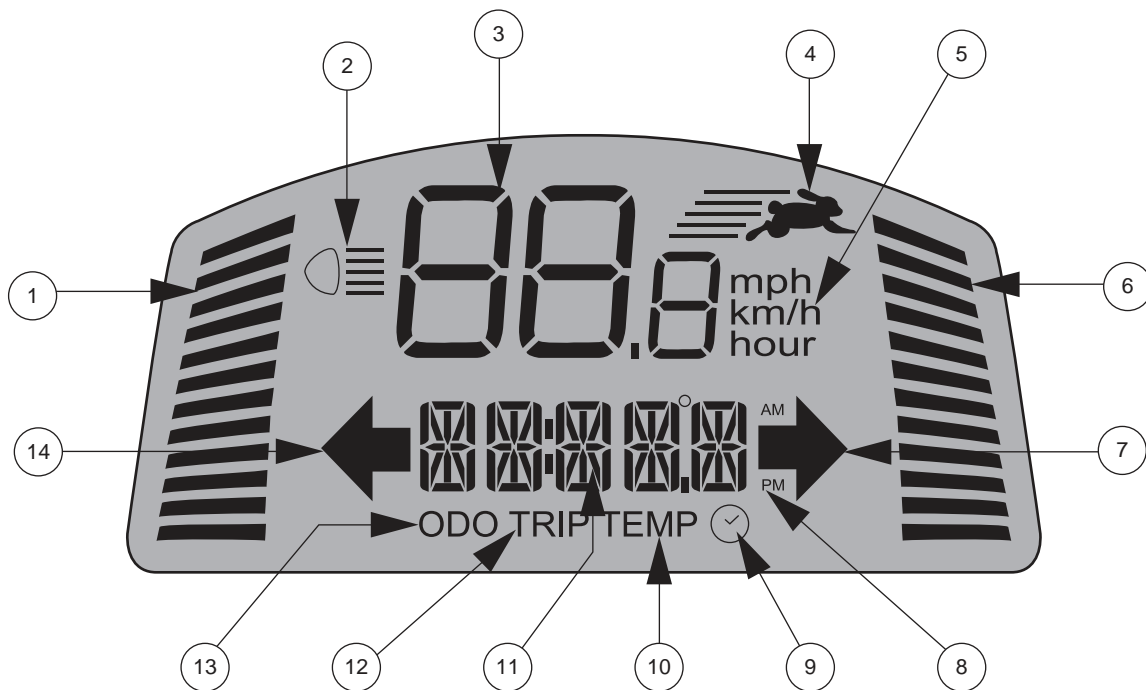

Abb. 4. LCD-Bildschirm
**HINWEIS:** Je mehr Balken in der Anzeige für die Maximalgeschwindigkeit angezeigt werden, desto höher ist Ihre voreingestellte Maximalgeschwindigkeit. Siehe Abb. 4.
Das LCD-Bedienfeld bietet praktische und intuitiv verständliche Rückmeldungen auf dem LCD-Bildschirm. **Siehe Abb. 4.** Der LCD-Bildschirm wird auch während der Einrichtung (Aktivierung) der unterschiedlichen Bedienfeld-Einstellungen verwendet. **Siehe Tabelle 1.**